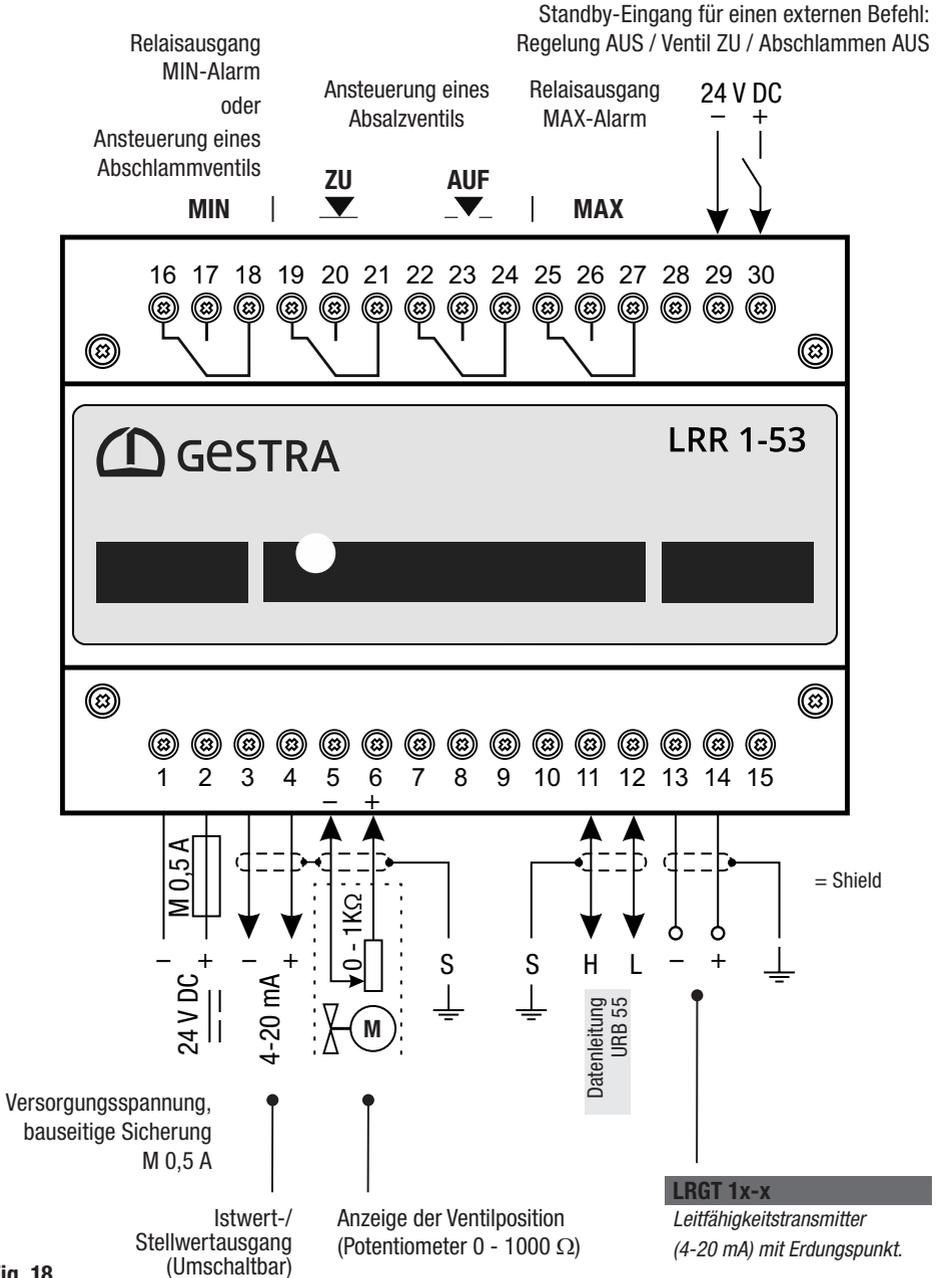

Fig. 18
- Schließen Sie den Leitfähigkeitsregler und alle zugehörigen Komponenten gemäß dem Anschlussplänen **Fig. 16** bis **Fig. 18** in dieser Anleitung an.
- Schließen Sie die Ausgänge gemäß den Anschlussplänen **Fig. 16** bis **Fig. 18** an.
- Schließen Sie den Leitfähigkeitstransmitter gemäß dem Anschlussplan **Fig. 18** an.
Für die Verbindung der Geräte wird ein vorkonfektioniertes Steuerkabel mit Buchse mitgeliefert, Belegung der Klemmleiste gemäß den Anschlußplänen **Fig. 16** bis **Fig. 18**.
- Belegen Sie die Klemmleiste gemäß den Anschlußplänen **Fig. 16** bis **Fig. 18**.